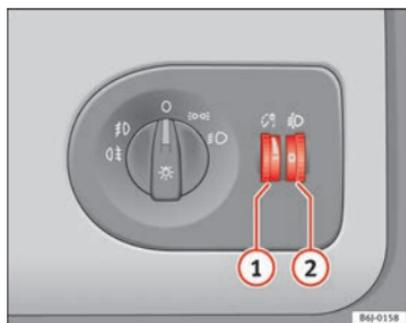

Fig. 56 Painel de instrumentos: reguladores da iluminação dos instrumentos, dos comandos e do alcance dos faróis
Com a luz acesa, é possível regular a intensidade da iluminação dos instrumentos e dos interruptores, rodando a roda recartilhada → Fig. 56 ①.